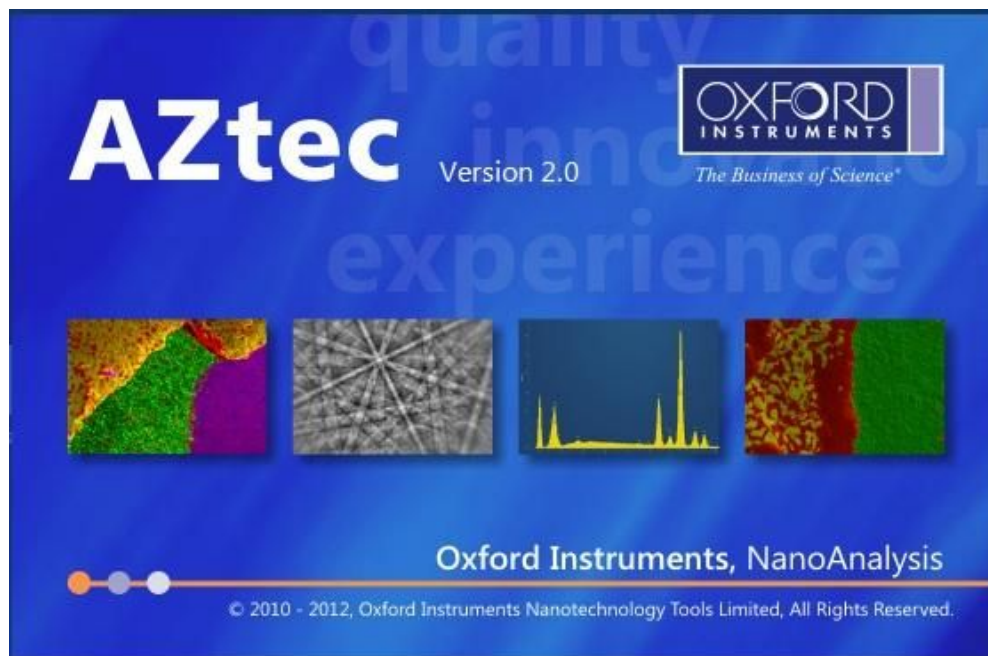

Figura 6. Interface do Programa aZtec.
- Figura 6. Interface do Programa aZtec.
- ✓ Ao clicar neste ícone para iniciar o programa, a seguinte interface irá iniciar (figura 6).